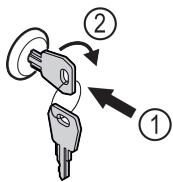

Fig. 151
- ▶ Sätt in nyckeln Fig. 151 (1).
- ▶ Vrid nyckeln 90° medurs Fig. 151 (2).